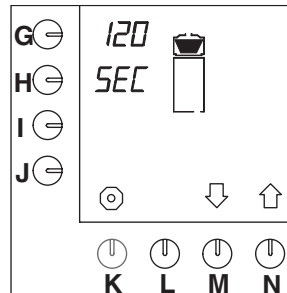

Fig. 36 Temps d'égouttage
- Appuyez sur la touche de sélection (N.)↑ jusqu'à ce que la fig. 36 s'affiche sur l'écran de contrôle